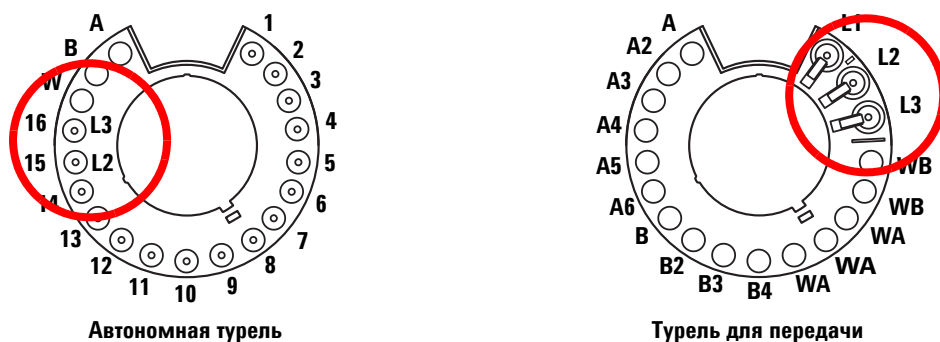

Рис. 62 Расположение виал в турелях при многослойном вводе
При загрузке виал для многослойного ввода слой 1 (L1) может быть помещен в любую позицию турели от 1 до 14, если используется автономная турель, или в любую позицию от 1 до 150, если используется турель для передачи с лотком проб. Виалы для слоя 2 (L2) и слоя 3 (L3) должны быть загружены в позиции турели **L2** и **L3** (Рис. 62) соответственно.
- 3 Вставьте виалу для растворителя в (L3) в позицию турели L3. Для получения информации о позициях турели см. Рис. 62 на стр. 209.